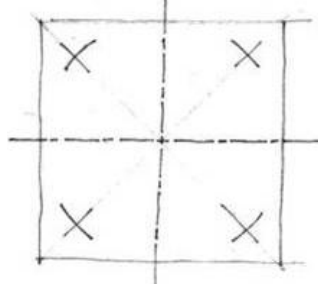

Figura VIII-8. Trazado de circunferencia grande paso 2
Paso 2: Se marcan las longitudes del radio sobre las diagonales (figura VIII-8).